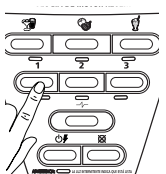

Fig. 25
1. Pressione o botão da velocidade 1 para usar o aparelho velocidade baixa (Fig. 25).